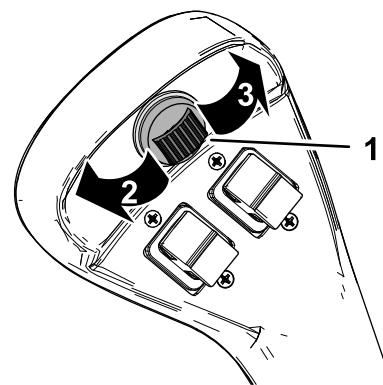

Figure 22
La commande auxiliaire (Figure 22) permet de commander certains accessoires proposés en option.
- Poussez la commande auxiliaire vers la droite jusqu'à ce qu'elle se bloque en position pour actionner un accessoire hydraulique en avant (Figure 22). Utilisez la commande principale pour commander la fonction; voir Commande principale de l'accessoire \(page 15\).